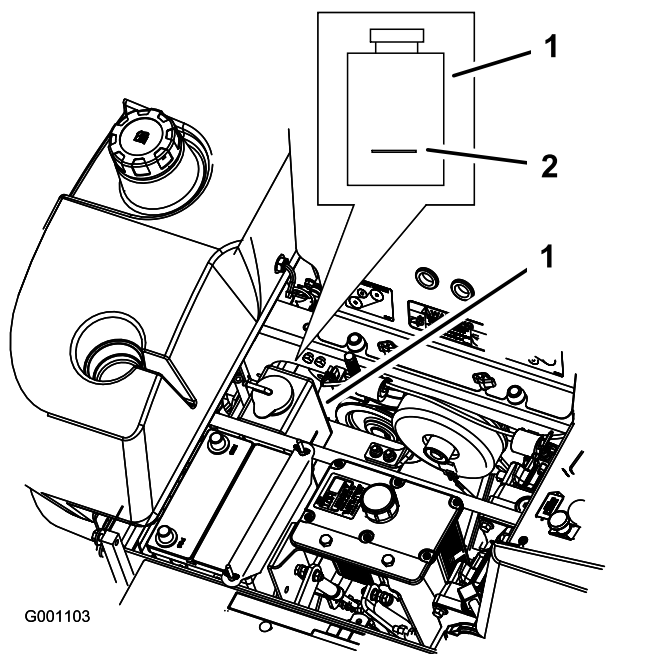

Figura 68
4. Con el motor frío, compruebe el nivel del depósito de expansión. El nivel de líquido debe llegar a la línea en relieve en el exterior del depósito de expansión (Figura 68).
5. Si el nivel de refrigerante es bajo, añada una mezcla al 50% de anticongelante de larga vida/Dex-Cool® y agua al depósito de expansión (Figura 68).
6. Añada la mezcla al 50% de refrigerante al depósito de expansión y llénelo hasta la línea marcada en el depósito (Figura 68).